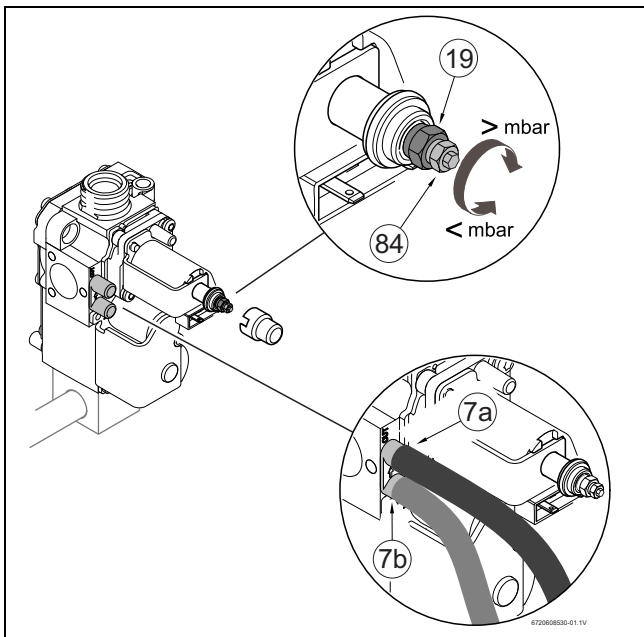

Рис. 24 Газовая арматура
- ▶ Снять опломбированный колпачок установочного винта газа (19) (рис. 24).
- ▶ Для котлов, использующих природный газ: установочным винтом (19) установить максимальный расход газа (таб. 10).